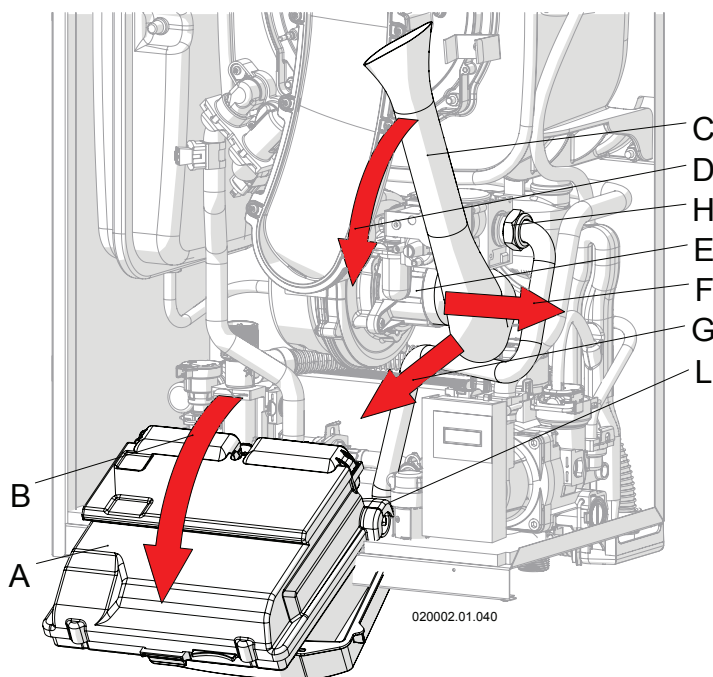

Figure 6-2 - Démontage collecteur air
6. - Retirer le collecteur d'air en prenant soin de le faire pivoter à l'extérieur, puis l'extraire par l'entrée du ventilateur (voir la Figure 6-2, élément « C ») ;
7. - Démontez le tuyau d'amenée du gaz au moyen des deux raccords (voir la Figure 6-2, éléments « H » et « L ») ;
12. - Remonter le tuyau d'amenée du gaz au moyen des deux raccords (voir la Figure 6-2, éléments « H » et « L ») ;
13. - Retirer le collecteur d'air (voir la Figure 6-2, élément « C ») ;